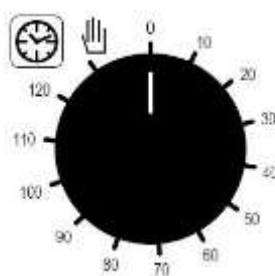

Fig. 1
**Programación del tiempo de cocción** - El horno se pone en funcionamiento girando la mando del programador (Fig. 1) hacia el símbolo  (funcionamiento continuo) o en correspondencia del tiempo escogido para la cocción (hasta 120 minutos); en el segundo caso, el horno se apaga automáticamente cuando finaliza la cocción.